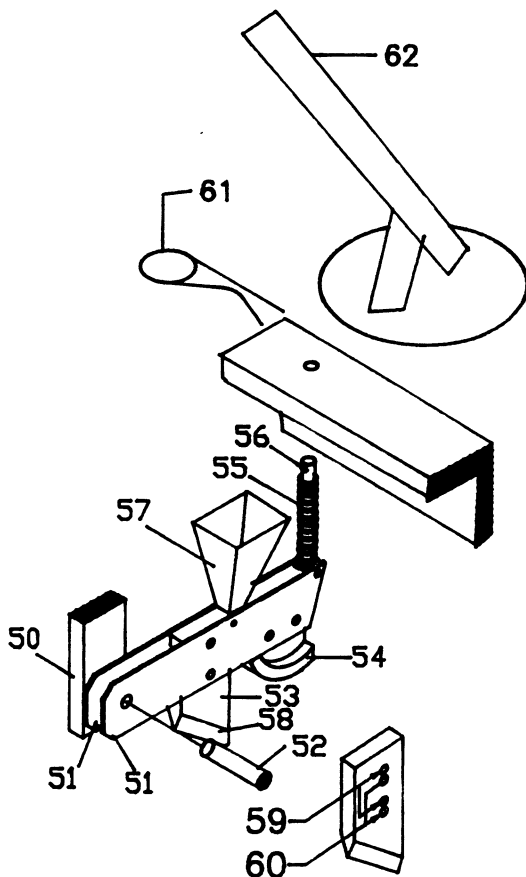

FIG.4.
6.0 THE SOWING COMPONENT fig. 4